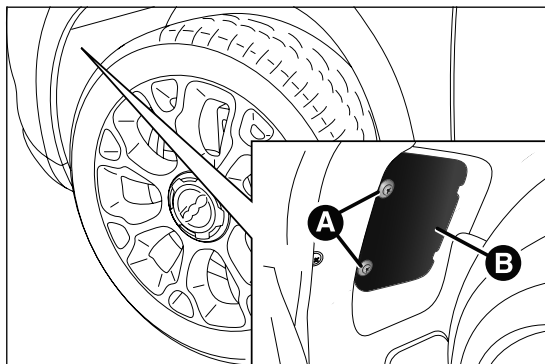

fig. 165
- ☐ aflojar los tornillos A fig. 165 y retirar la tapa B;